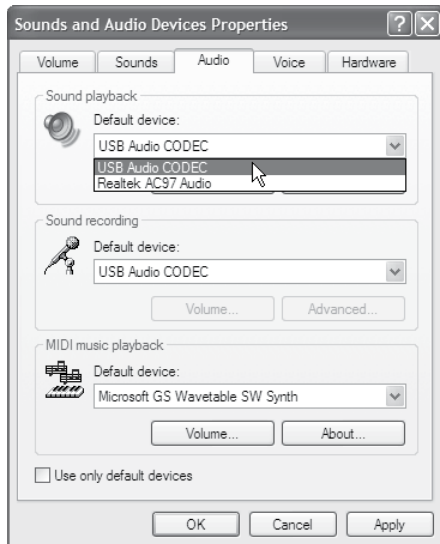

Figure 6
5. Pour faire de votre console votre dispositif d'entrée/sortie par défaut (pour les sons système et les programmes comme Sound Recorder), il faut veiller à ce qu'elle soit réglée pour la lecture et l'enregistrement, sous l'onglet Audio (figure 6).